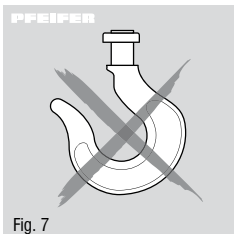

Fig. 7
- Lastkæden må ikke knobes eller forbindes med bolte, skruer, skruetrækkere eller lignende. Lastkæder, der er fast monterede i hejseværk, må ikke istandsættes (fig. 7). Kæderne må ikke fordrejes eller forlænges.